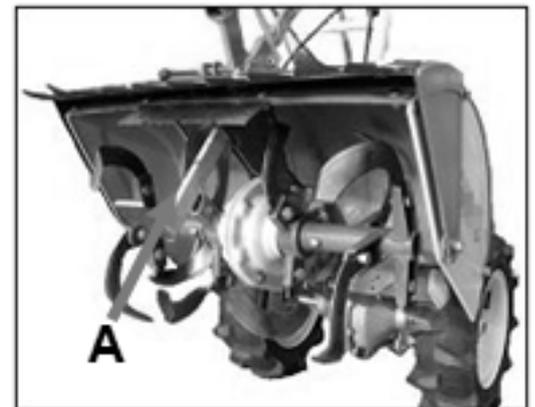

Bild 20
- Tiefenbegrenzer Abb. A Bild 20